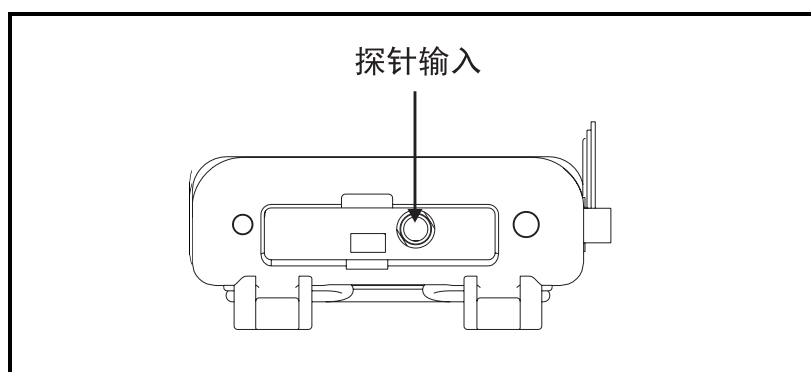

图 2-3：连接位置
3. 将探针电缆的另一端连接到设备的顶部，具体做法是将电缆连接器上的红点对准 12 点正时钟位置。参照下图 2-3 中的连接器位置。